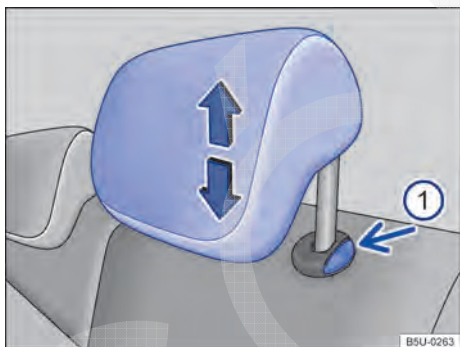

Fig. 48 Desinstalar o apoio para cabeça traseiro.
- Pressionar o botão → Fig. 48 (B) no sentido da seta. Retirar o apoio para cabeça com o botão pressionado.
- Empurrar o apoio para cabeça para baixo com o botão → Fig. 48 (B) pressionado.